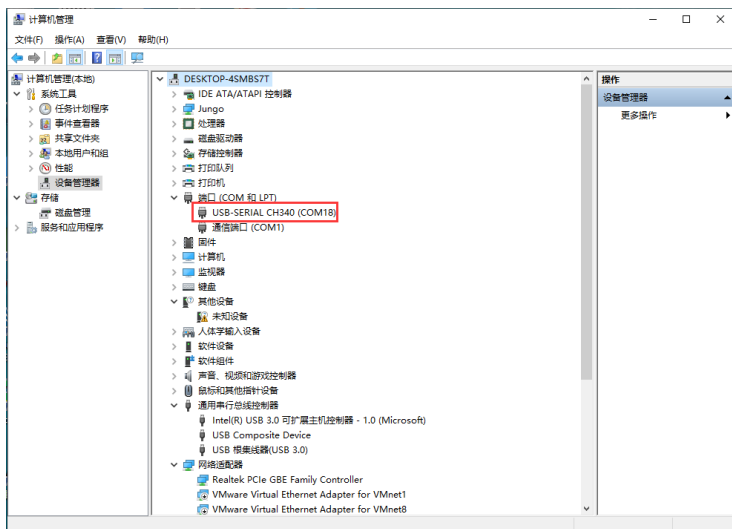

图 5-6 UART 端口号查询界面
(4) 在电脑 BB 的设备管理器中查看 UART 对应的端口号，如图 5-6 所示。